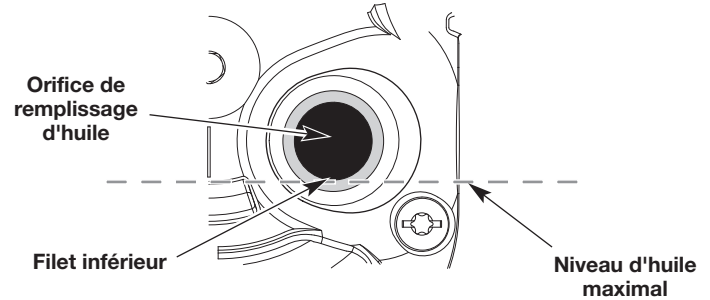

Fig. 13
5. Regardez dans l'orifice de remplissage d'huile, utilisez une lampe de poche si nécessaire. **Le niveau d'huile doit à peine toucher le filet inférieur de l'orifice de remplissage d'huile** (Fig. 13). Si le niveau d'huile est trop bas, ajoutez de l'huile dans l'orifice de remplissage d'huile jusqu'à ce que le niveau d'huile entre en contact avec le filet inférieur de l'orifice de remplissage d'huile.